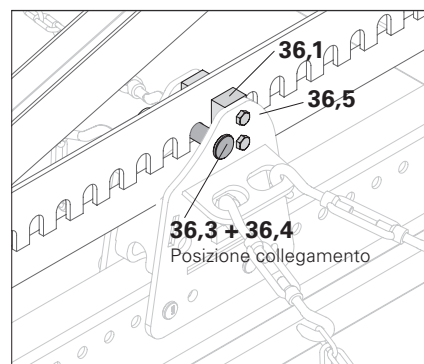

Fig. A10.03b
2. Fissare i blocchi (36.1) con 2 bulloni M12 x 30 rispettivamente – 2x. (Fig. A10.03b + A10.03c)
→ L'elemento di sostegno URS e il gruppo trave sono ora saldamente collegati. (Fig. A10.03b)